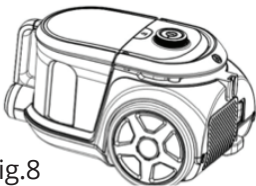

Fig.8
1. Comme le montre la figure 8, maintenez la poignée du réservoir à poussière et appuyez sur le bouton de dégagement.